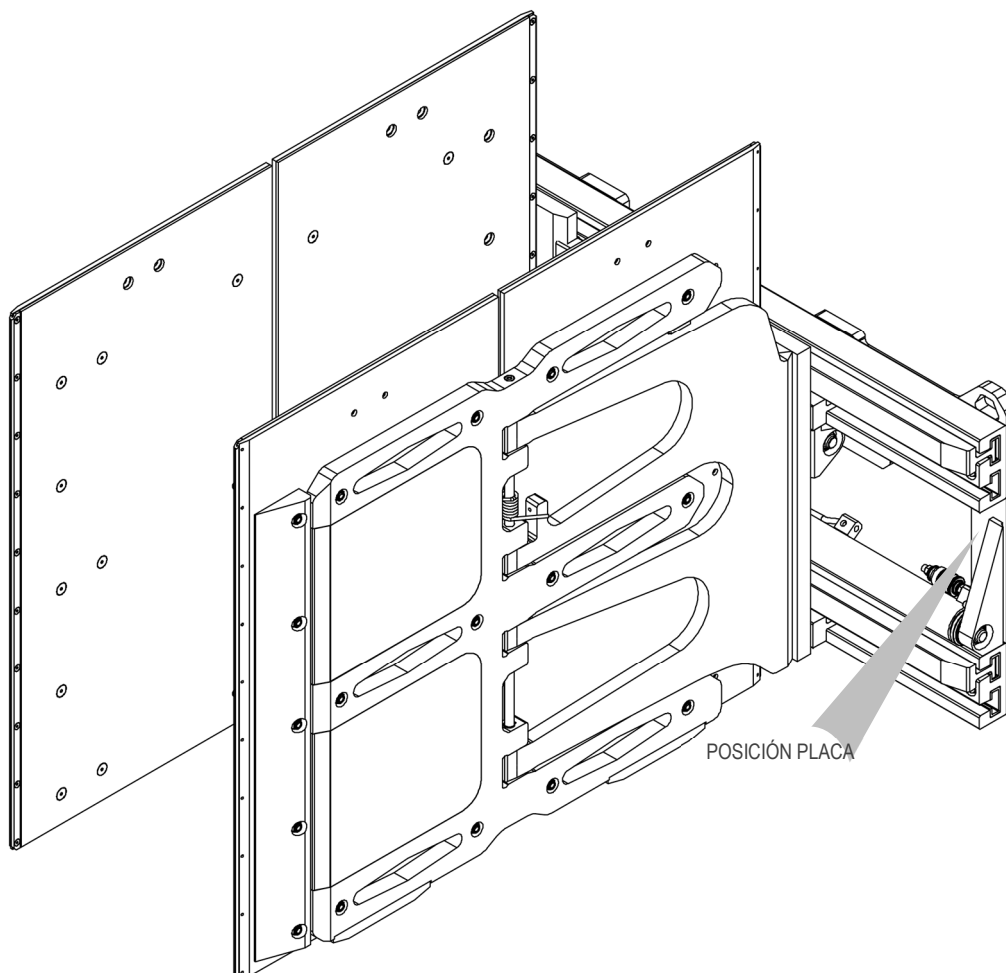

Figura 1
Todos los equipos A.T.I.B. – PINZAS PARA ELECTRODOMÉSTICOS Y CARTONES TIPO 474.180 - 181 se identifican mediante placa adhesiva (ver *Tabla 1*) colocada en el equipo (ver *Figura 1*), consultar siempre el número de matrícula.
5. Para el desplazamiento se deben utilizar correas o cadenas adecuadamente dimensionadas con respecto al peso del equipo indicado en la placa (ver *Figura 1* y *Tabla 1* en la pág.11).
9. Conectar el circuito hidráulico, asegurándose de que la presión de funcionamiento de las tuberías sea superior o igual a la indicada en la placa de identificación (ver *Figura 1* y la *Tabla 1* en la pág.11).
6. Para el desplazamiento se deben utilizar correas o cadenas adecuadamente dimensionadas con respecto al peso del equipo indicado en la placa (ver la *Figura 1* y la *Tabla 1* en la pág.11).